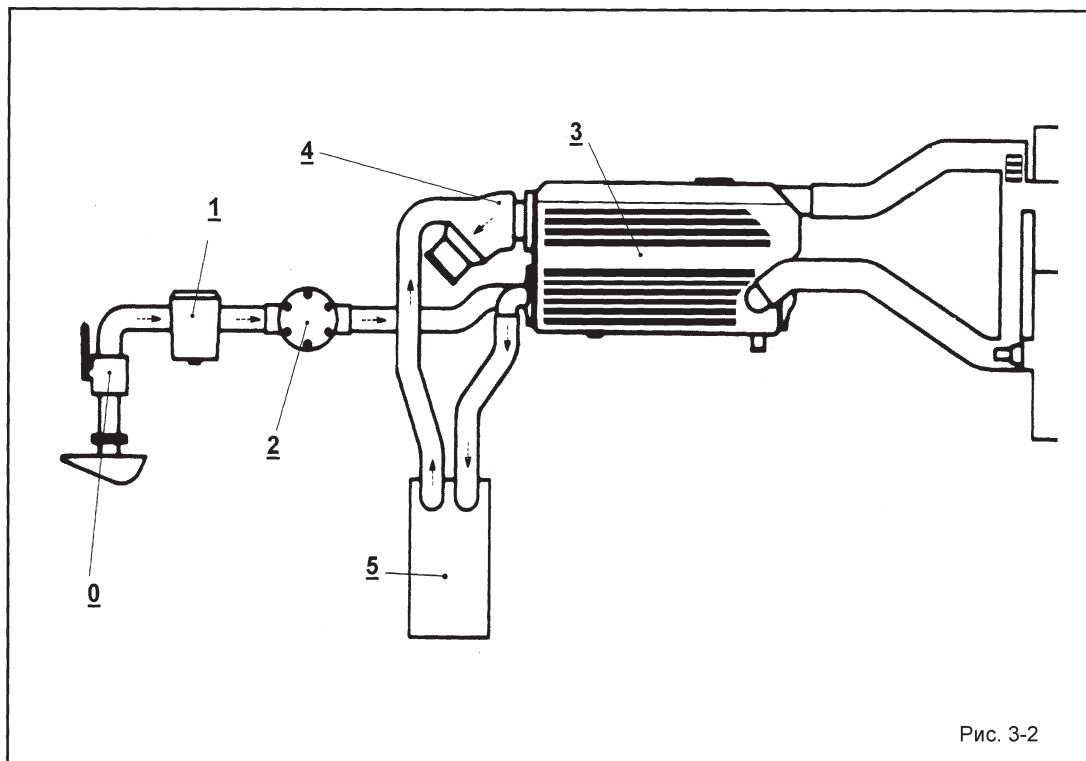

Рис. 3-2
3.2.2. Открытый контур (охлаждение заборной водой) — см. рис. 3.2